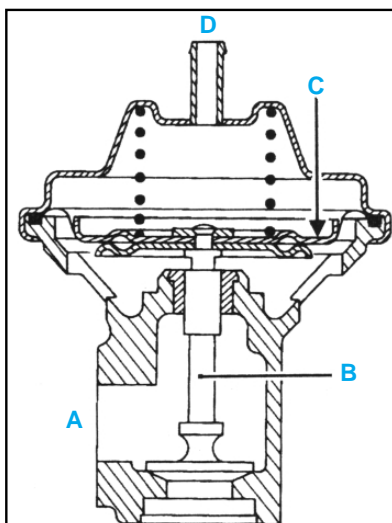

fig. Mot. 54
- Débrancher le conduit pneumatique arrivant à la vanne EGR en (D) et brancher un Té en lieu et place. Sur le conduit restant libre, raccorder un manomètre (0 ; 1 000 mbar). (fig. Mot. 54)
- Débrancher de la vanne EGR, la canalisation (D) reliée à l'électrovanne EGR. Brancher en lieu et place une pompe à vide. (fig. Mot. 54)